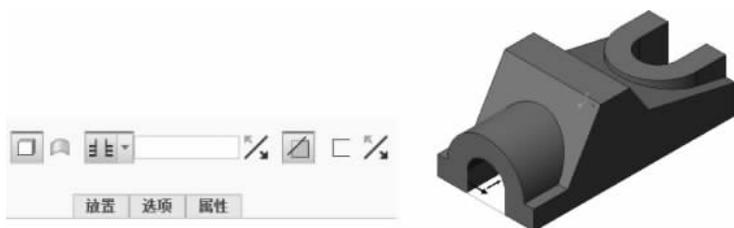

图 3-27 穿透切除(二)
③ 单击【去除材料】按钮 , 如图 3-27 所示, 单击【确定】按钮 .